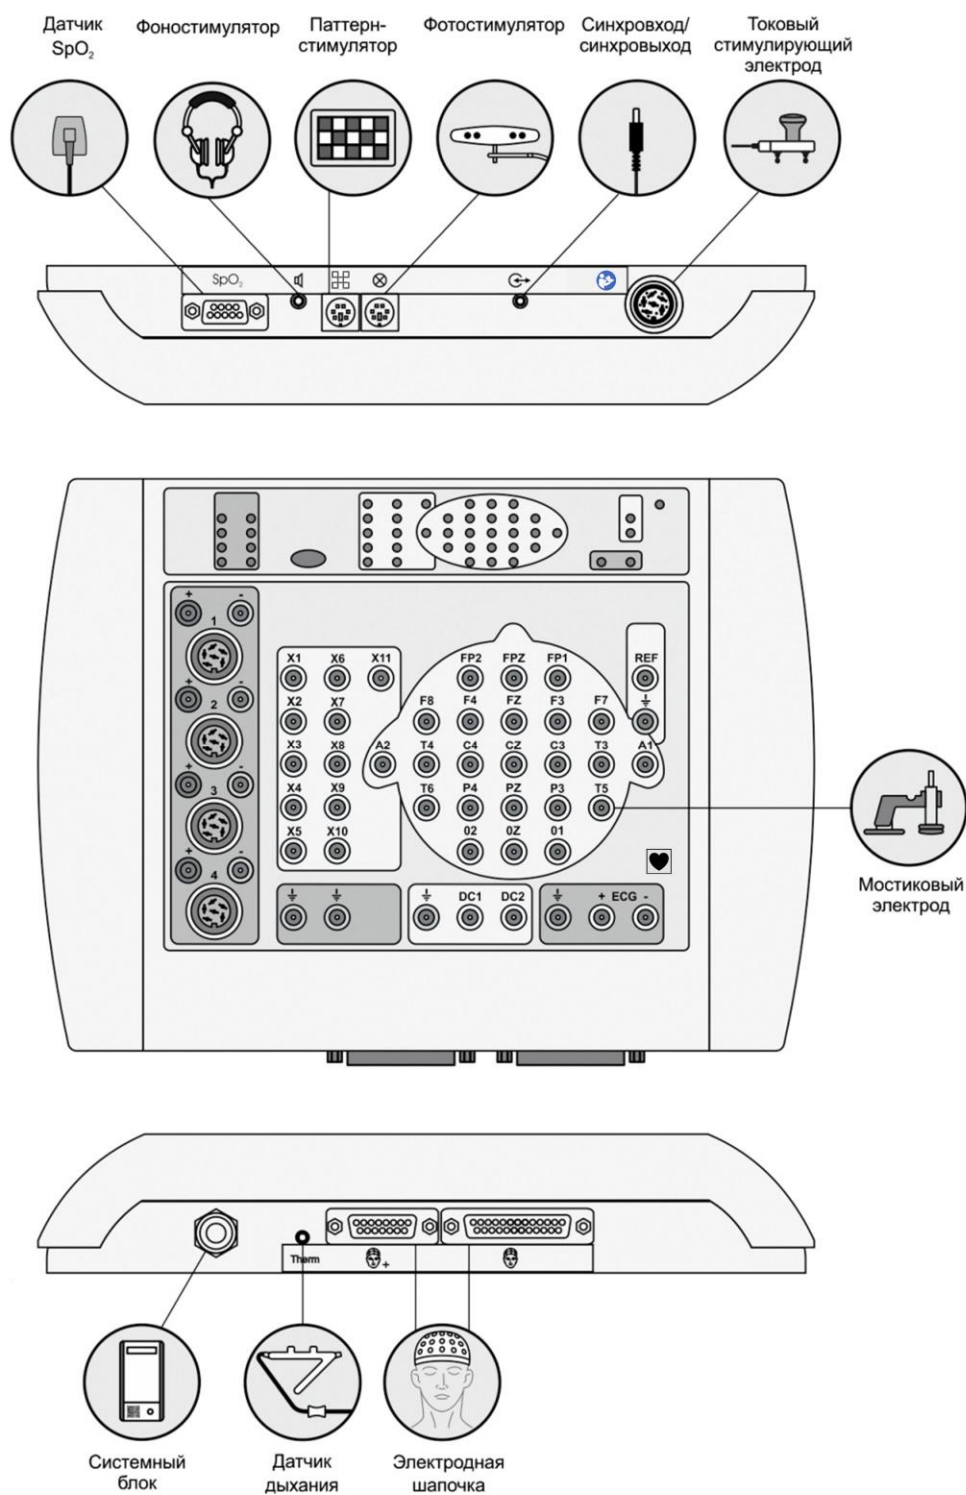

Рис. 12. Общая схема подключения составных частей комплекса
Общая схема подключения составных частей комплекса приведена на рис. 12. Блок усилителя должен обязательно подключаться к USB-порту на системном блоке компьютера или к USB-концентратору (USB-hub), имеющему питание от сети. Подключение к USB-разъемам на мониторе или клавиатуре компьютера не гарантирует правильной работы прибора. Подключение блока усилителя к пассивному USB-концентратору (без питания от сети) недопустимо.
1. Подготовьте к работе необходимое оборудование (см. раздел 2.5 «Сборка и подключение к компьютеру», рис. 12).